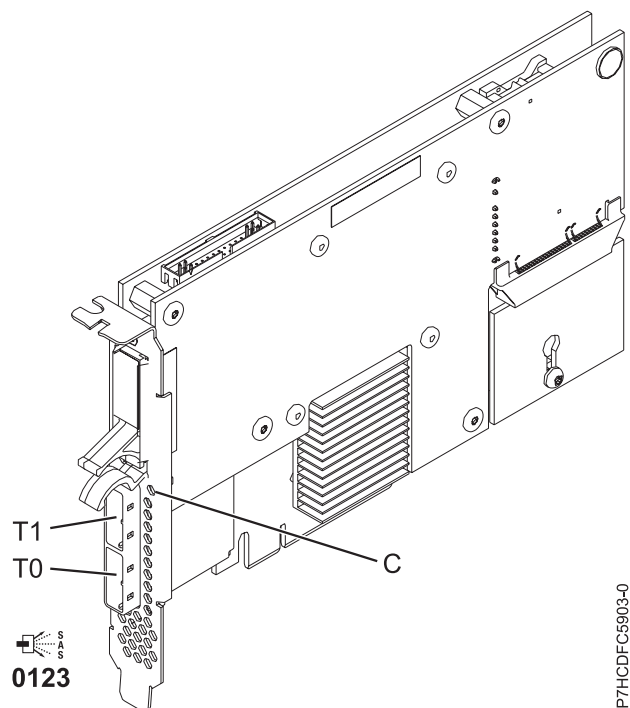

Figura 15. Adaptador SAS RAID PCIe Dual - x4 de 3 Gb
El dispositiu 5903 ó 5805 conté un LED ((C) a Figura 15 a la pàgina 35) que parpelleja si hi ha dades de la memòria cau. El LED de dades de la memòria cau parpelleja quan és possible que hi hagi dades a la memòria cau de l'adaptador. Si el LED de dades de la memòria cau parpelleja, no substituïu el paquet de bateries de la memòria cau. Si se substitueix quan el LED parpelleja, es perdran les dades de la memòria cau. Consulteu Figura 15 a la pàgina 35 per localitzar el LED de dades de la memòria cau en aquest adaptador.